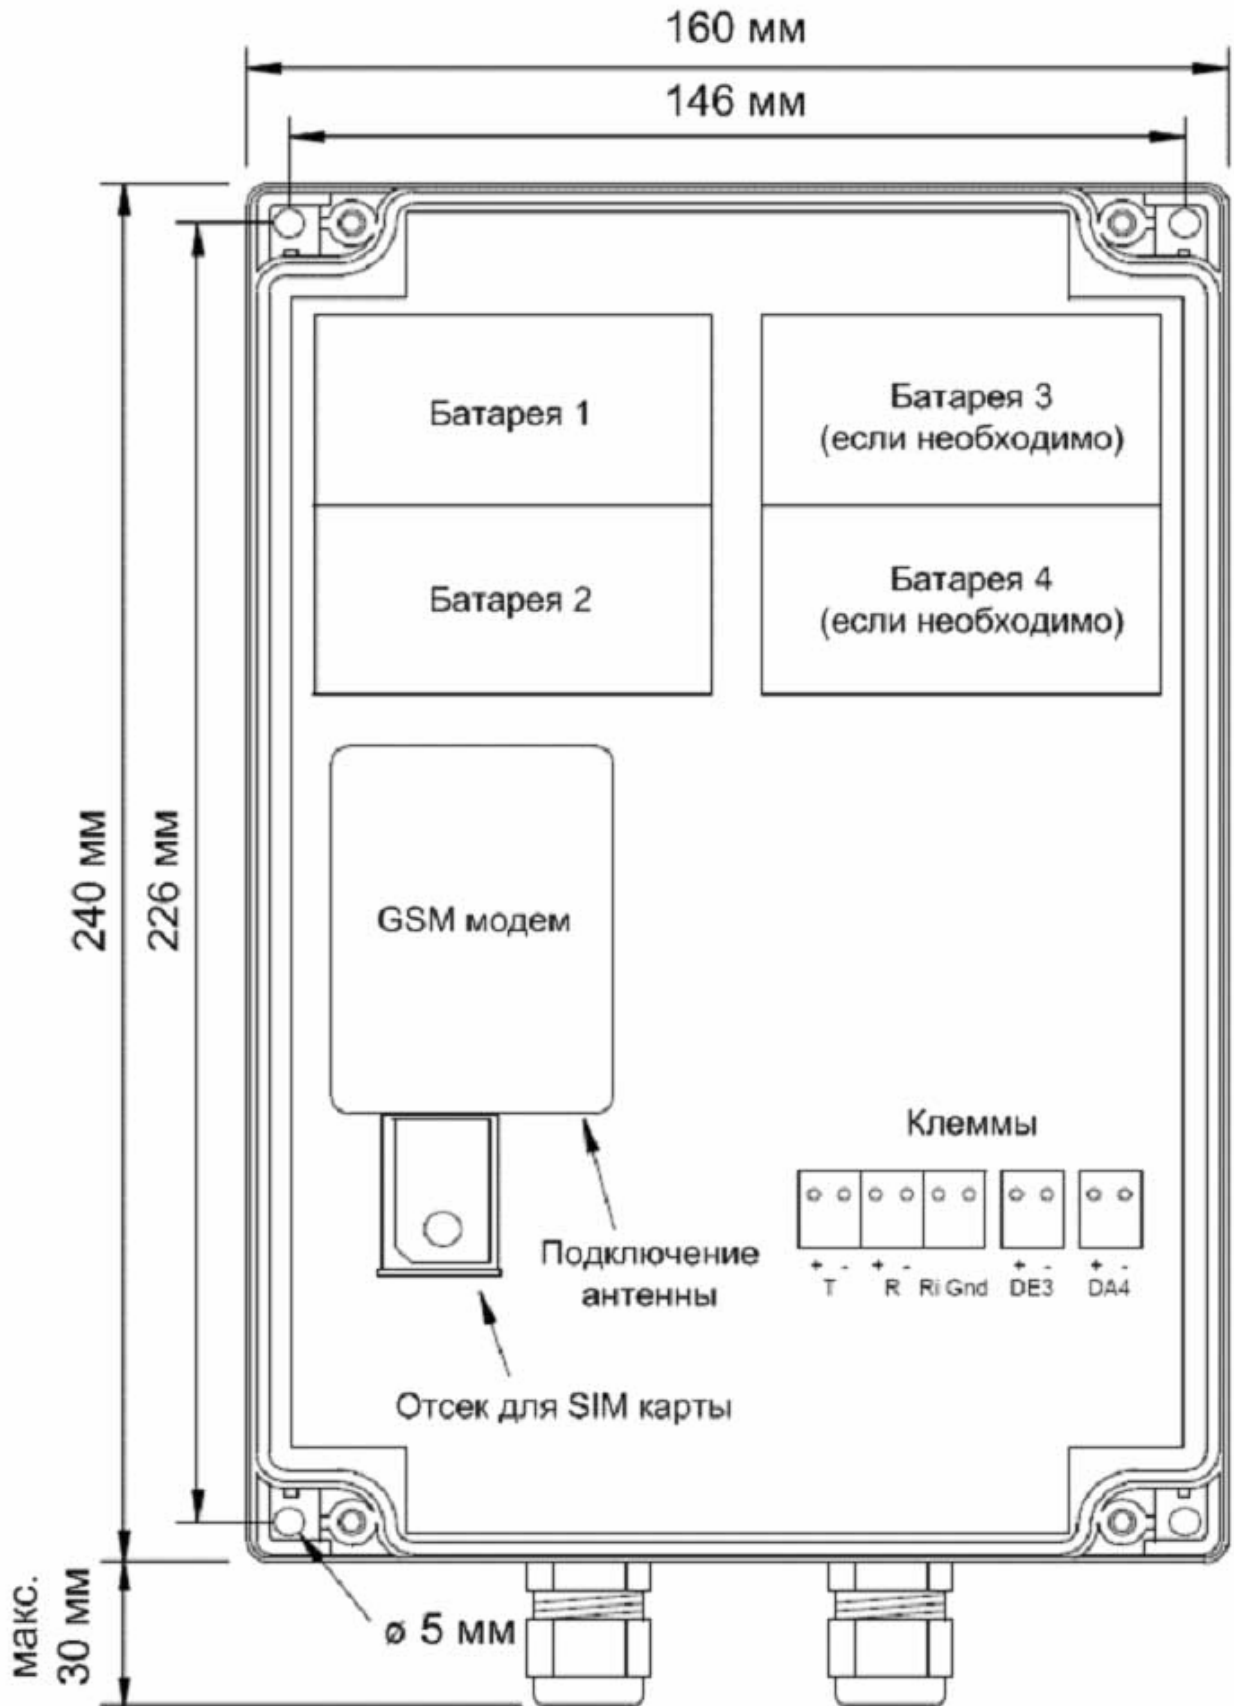

Рис. 2. Вид сверху на открытый прибор
Для того чтобы вставить SIM карту, откройте небольшой черный отсек на передней части модема в FE230 (см. рис. 2). Для открытия нажмите каким-либо предметом с острым концом на черную кнопку справа от отсека.
- Проверьте правильно ли подключена антенна к модему в FE230 (Установка антенны см. рис. 2)